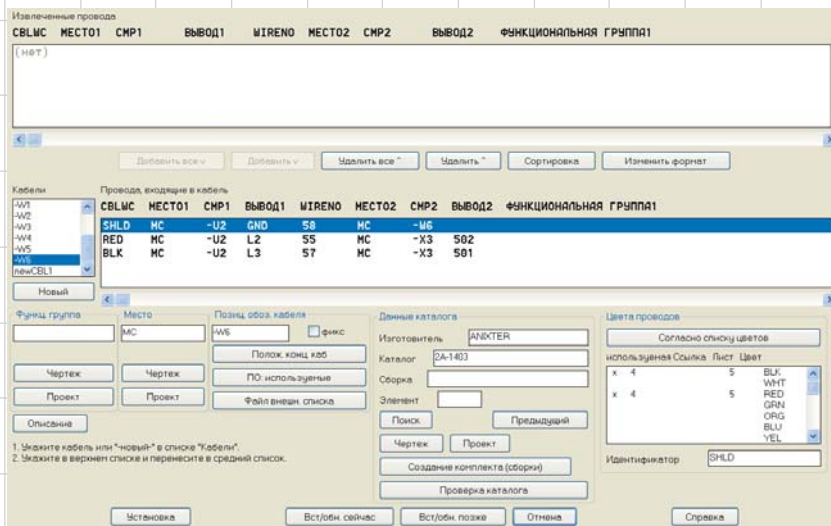

Рис. 12. Вставить/отредактировать кабель
- кабели и жгуты — если проводники необходимо объединить в кабель или жгут, то и здесь у вас не возникнет проблем, будь то простой кабель или сложносоставной. Объединение проводников в кабель возможно как по одиночке, так и группами, как графически, так и в табличном виде (в последнем случае есть несколько вариантов сортировки проводников: с учетом монтажных зон, функциональных групп и т.д.). Достаточно выбрать проводники, которые идут из одной зоны в другую или объединяют элементы одной функциональной группы, найти подходящий тип кабеля (либо кабелей) и объединить их (рис. 12). Или же вы непосредственно на схеме выбираете проводники, которые должны попасть в тот или иной кабель.